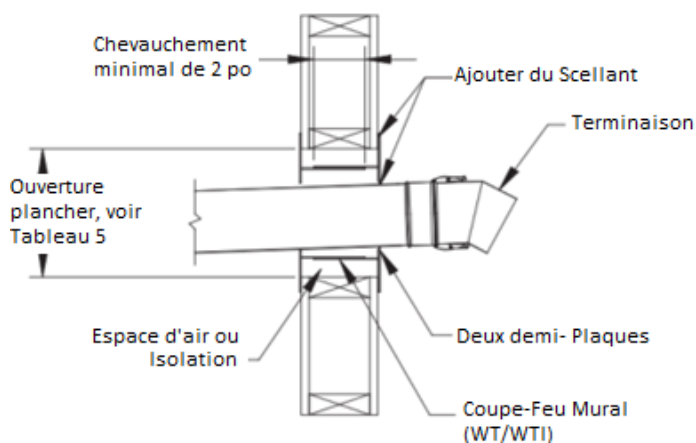

Figure 4 - Pénétration du mur
1. Avant l'installation, déterminez l'emplacement approprié du coupe-feu mural (WT) ou du coupe-feu mural isolé (WTI) de sorte qu'une pente minimale de 1/4" (6 mm) par pied soit maintenue dans la section horizontale de l'évent pour assurer un bon écoulement de condensation.
3. Installez le coupe-feu mural en insérant la plus grande des deux pièces sur l'appareil (côté intérieur). Voir la figure 4.